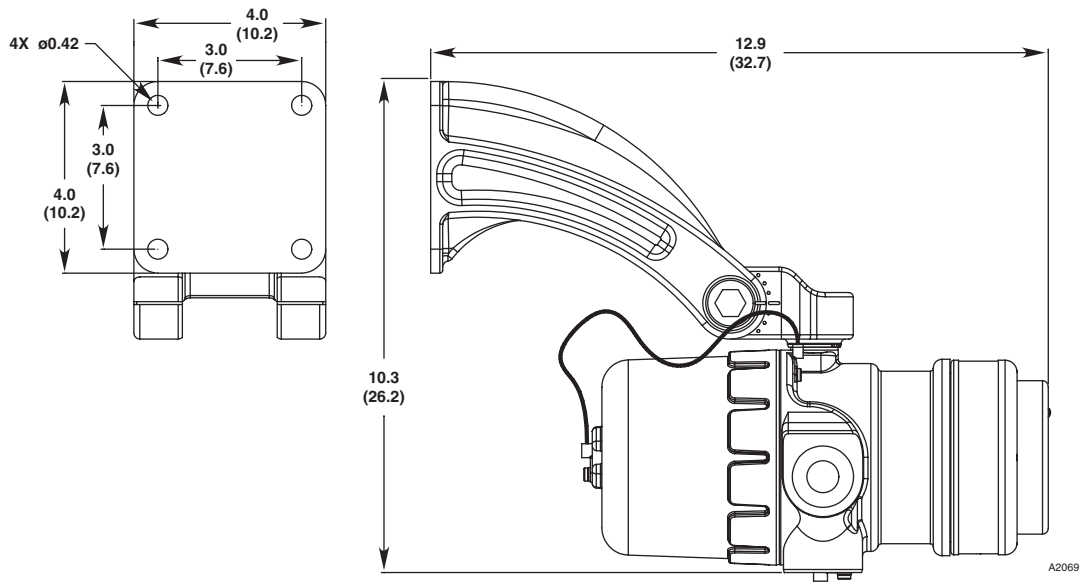

Abb. 3—Abmessungen der Halterung Q9033B in Zoll (cm)
1. Installieren Sie die schwenkbare Halterung an der Wand. Die Wandfläche darf nicht vibrieren und muss in der Lage sein, M6-Schrauben mit einer Länge von mindestens 25 mm aufzunehmen. Abb. 2 zeigt den Flammenmelder X3301 mit der Halterung Q9033B. Die Abmessungen sind aus Abb. 3 ersichtlich.